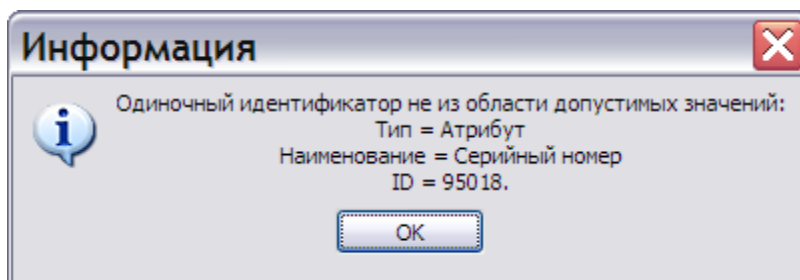

Рис. 22.98
2. Нажмите на кнопку **Описание ошибки**, после этого появится окно с информацией о некорректной применяемости (Рис. 22.98).